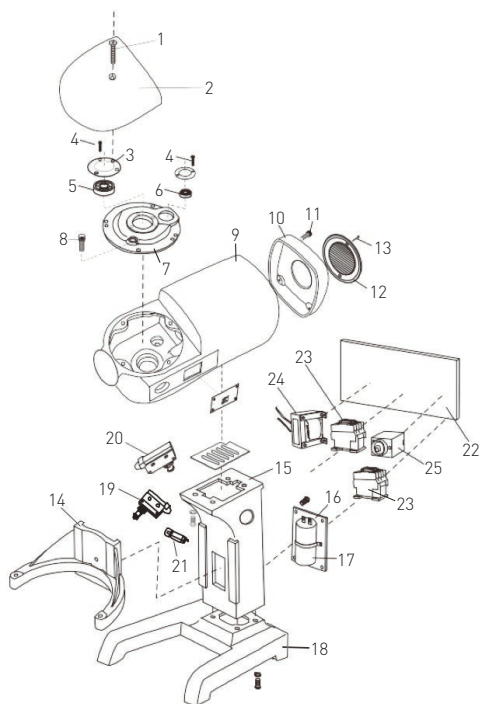

Figura 1: Sistemul de transmisie prin angrenaj de la partea superioară, suportul vasului și cadrul
- Sistemul de transmisie prin angrenaj de la partea superioară, suportul vasului și cadru (Figura 1);